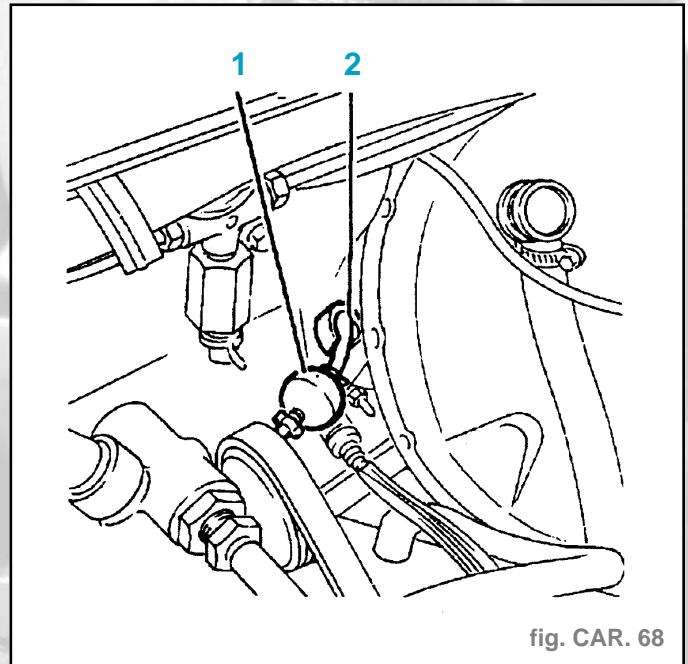

fig. CAR. 68
- Dégager la boule (1) de son logement (2) en la tirant d'un coup sec (fig. CAR. 68).